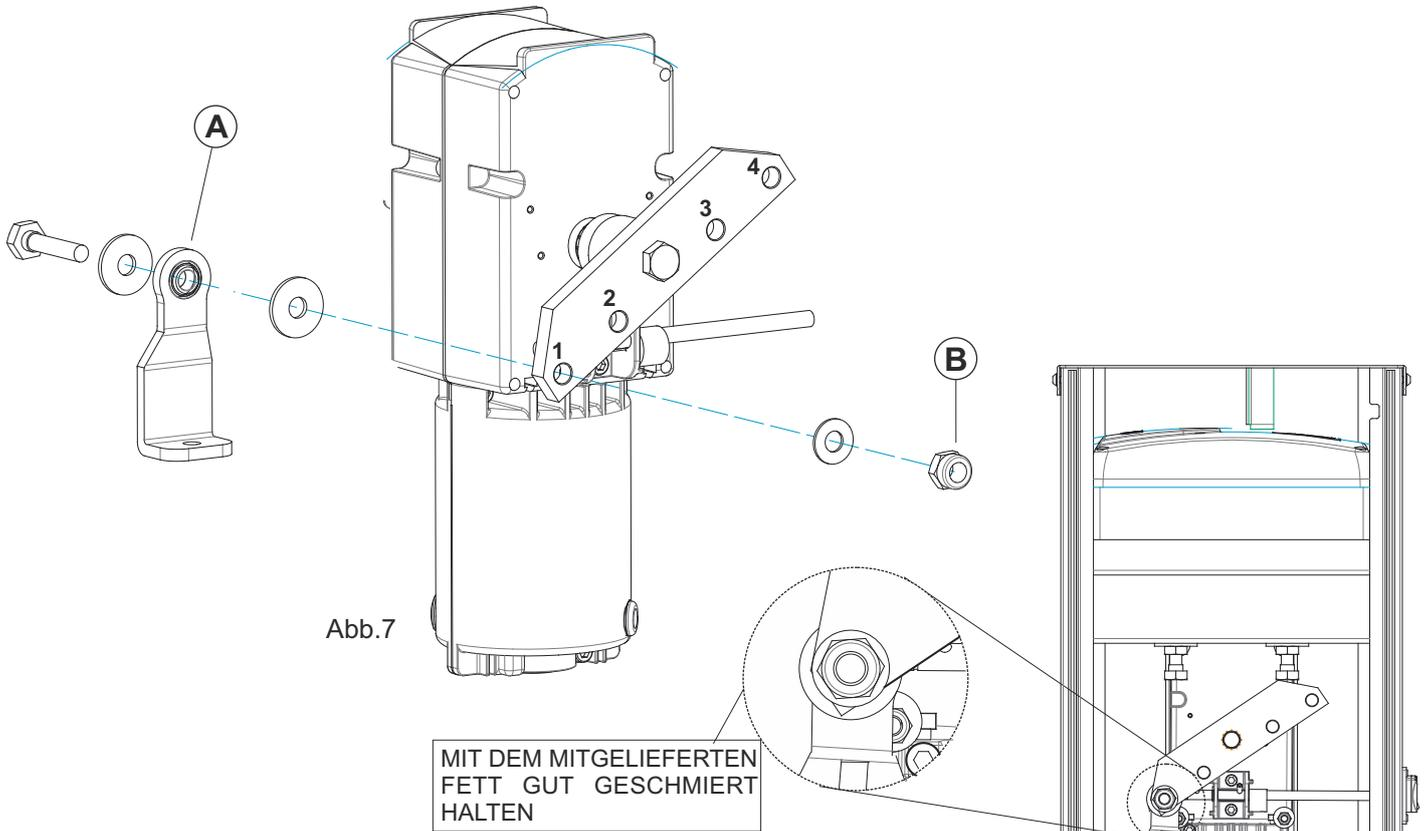

Abb.7
- Den Bügel der Federbefestigung (A) im Kipphebel, wie in Abb. 7 abgebildet, befestigen
- Die Mutter (B) bis 40 Nm festziehen